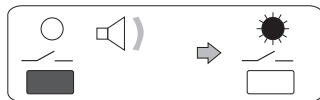

Fig. 3
- Mantenere premuto il **tasto "—/—"** sino alla emissione di un breve segnale acustico, quindi rilasciarlo: il comando è attivato ed il corrispondente **LED** acceso fisso (fig. 3).